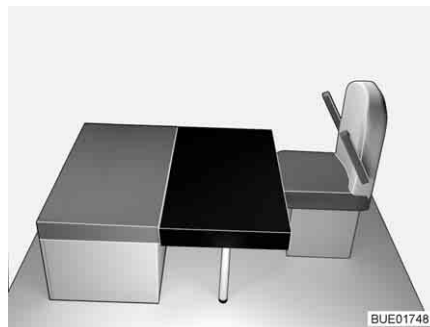

Fig. 114 Après la transformation
- Poser le coussin supplémentaire rectangulaire sur la table (devant le coussin d'assise de la banquette, voir Fig. 114). La découpe dans le coussin supplémentaire se trouve contre la paroi d'appui avant.